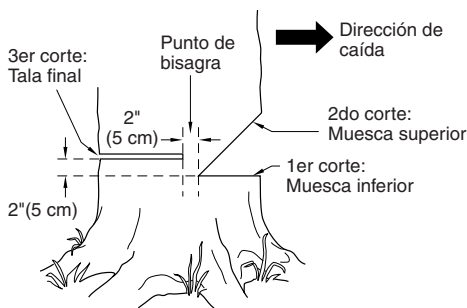

Figura 14 - Tala de un árbol
La preparación correcta de una muesca determinará la dirección en que caerá el árbol. Corte la muesca del lado del árbol correspondiente a la dirección en la cual desea que éste caiga (vea la Figura 14). Siga las instrucciones a continuación para cortar la muesca.
1. Haga el corte inferior de la muesca tan cerca del suelo como sea posible. Sujete la sierra de modo que la barra de guía se encuentre en posición horizontal. Corte a través del tronco del árbol hasta atravesar 1/3 de su diámetro (vea la Figura 14). **Nota:** Haga siempre este corte inferior horizontal en primer lugar. Si la hace en segundo lugar, el árbol puede presionar la cadena o la barra de guía.
Por ejemplo: Si el corte inferior tiene una profundidad de 20 cm, comience el corte superior 20 cm por encima de aquél. Corte en dirección hacia abajo y a un ángulo de 45°. El corte superior de la muesca debe llegar y unirse al punto final del corte inferior (vea la Figura 14).
1. Haga el corte de tala final 5 cm por encima del corte inferior de la muesca y sobre el lado opuesto del árbol (vea la Figura 14). Mantenga el corte de tala final paralelo al corte inferior de la muesca.
⚠ ADVERTENCIA: No atraviese el árbol completamente. Deje alrededor de cinco centímetros de diámetro sin cortar, directamente detrás de la muesca (vea la Figura 14). Esta porción sin cortar funciona a manera de bisagra. La bisagra ayuda a evitar que el árbol se tuerza y caiga en la dirección equivocada.